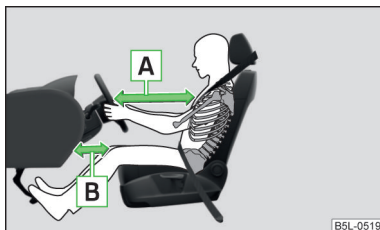

Fig. 103
- Ajuste el volante de tal modo que la distancia entre el volante y el esternón sea, como mínimo, de 25 cm **A** » fig. 103. Ajuste la distancia de las piernas hasta el tablero de instrumentos en la zona del airbag de rodillas de forma que sea al menos de 10 cm **B**. Si no respeta la distancia mínima, el sistema de airbag no podrá protegerle. ¡Peligro de muerte!